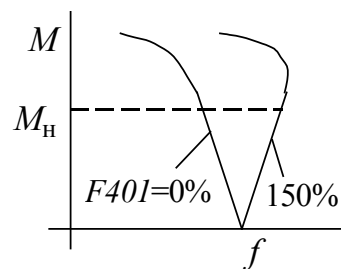

Рис. 4.1 Компенсация скольжения
- $F401$ – степень компенсации скольжения (0...150%); высокая степень компенсации увеличивает жесткость механической характеристики, но может привести к т.н. перекомпенсации (как на рис. 4.1);